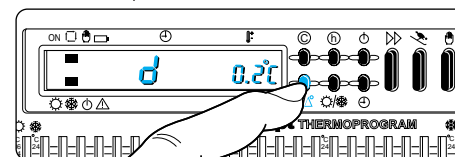

Fig. 10
4.1 - Premere due volte il pulsante Δ (fig. 10). Sul display compare la scritta **d 0.2°C** che rimane visualizzata per circa 5 sec.